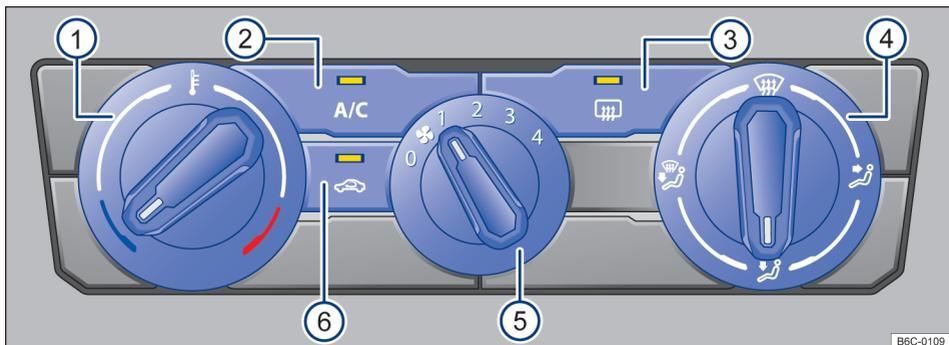

Fig. 82 Comandos do ar-condicionado.
- *Ar-condicionado*: girar o regulador do ventilador para o nível **0** → Fig. 82 (5).
- *Ar-condicionado*: pressionar o botão **A/C** → Fig. 82 (2) para ligar e desligar o funcionamento da refrigeração.
- *Ar-condicionado*: girar o regulador rotativo esquerdo → Fig. 82 (1).
- *Ar-condicionado*: girar o regulador do ventilador → Fig. 82 (5).
- *Ar-condicionado*: pressionar o botão → Fig. 82 (6).
- *Ar-condicionado*: girar o regulador da direita → Fig. 82 (4) para posição desejada.
- *Ar-condicionado*: girar o regulador direito para a posição  → Fig. 82 (4).
- *Ar-condicionado*: pressionar o botão  → Fig. 82 (3).